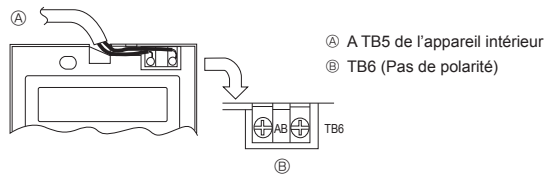

Fig. 6-5
2) Méthodes de connexion (Fig. 6-5)